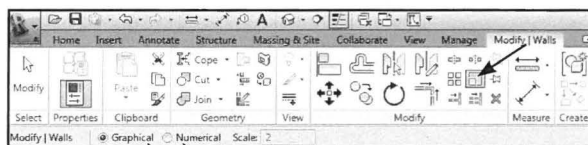

Fig. 06.38. *Scale*.
- Klik på *Modify - Scale* (Fig. 06.38)
Automatisk er *Graphical* skallerings valgt (Fig. 06.38). Det vil sige at der skaleres efter de grafiske anvisninger du laver med musen på skærmen.